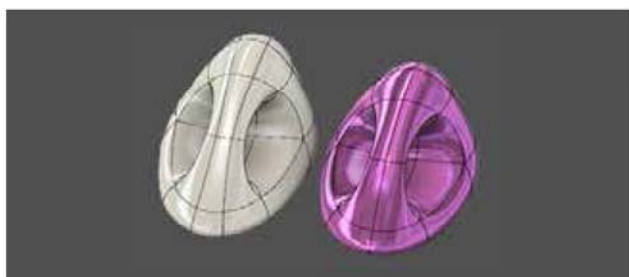

图 2-110
(8) **焊接顶点**: 合并两个或更多的顶点。选择要合并的两个顶点, 通过窗口选择方式, 在指定的公差内选择要焊接的顶点, 如图 2-110 所示。